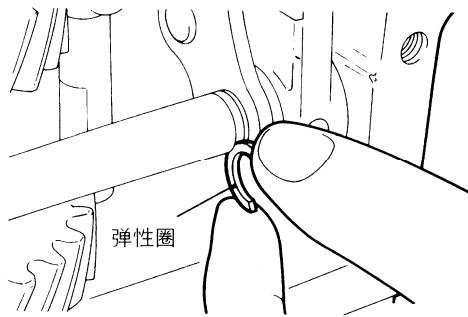

图3-80 安装弹性圈
(26) 安装控制连接杆弹簧销时, 用专用工具 MD998245 敲入控制连接杆的弹簧销。
(27) 安装弹性圈(图3-35中零件号为“14”)时,如图3-80所示,选择并安装弹簧圈使换档杆端隙能达到标准值的要求。换档杆端隙标准值为0.1~0.4mm。